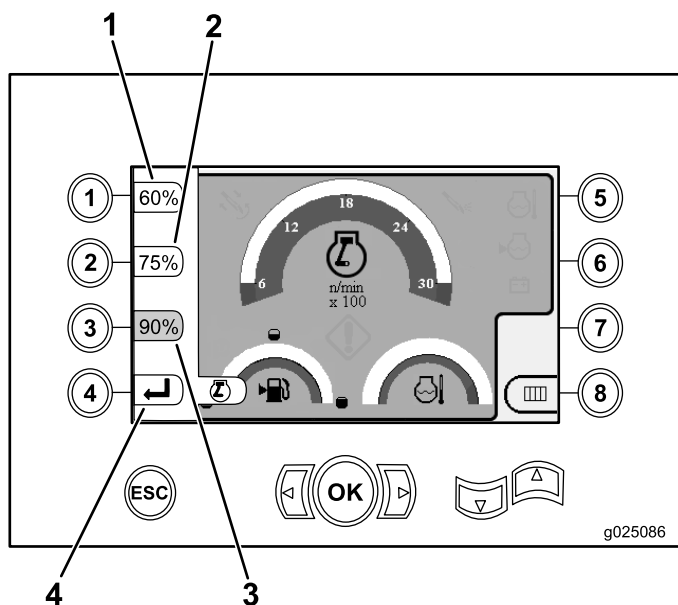

Рисунок 20
- Нажмите кнопку 1 для включения 60% частоты вращения двигателя (в об/мин), как показано на Рисунок 20.
- Нажмите кнопку 2 для включения 75% частоты вращения двигателя (в об/мин), как показано на Рисунок 20.
- Нажмите кнопку 3 для включения 90% частоты вращения двигателя (в об/мин), как показано на Рисунок 20.
- Нажмите кнопку 4 для возврата на главную страницу управления (Рисунок 20).